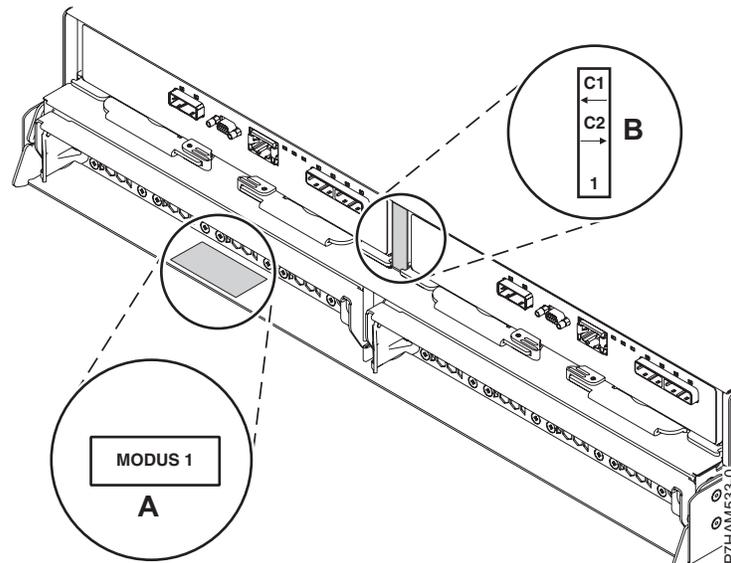

Abbildung 33. Lage der Modusaufkleber auf der Rückseite des Plattenlaufwerkgehäuses 5887
2. Bestätigen Sie den werkseitig gesetzten Modus des Plattenlaufwerkgehäuses 5887 mithilfe der Informationen auf den Aufklebern, die an der Rückseite des Gehäuses angebracht sind. Die Aufkleber befinden sich am unteren linken Rahmen des Gehäuses (**A**) und am mittleren Stützelement zwischen ESM-Modulen (**B**) (ESM = Enclosure Services Manager). Auf den Aufklebern ist angegeben, ob sich das Gehäuse im Modus 1, Modus 2 oder Modus 4 befindet. Ein Beispiel sehen Sie in Abb. 33.